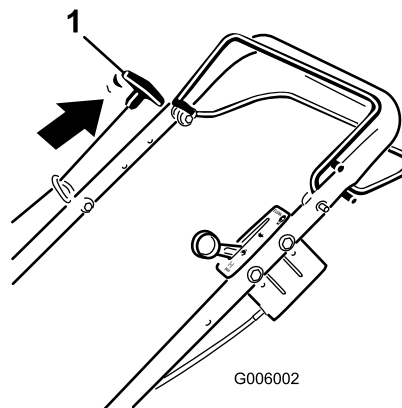

Figura 24
4. Tenete la barra di comando della lama premuta contro la stegola e tirate l'avviatore autoavvolgente una o due volte (Figura 24).
6. Tenete la barra di comando della lama premuta contro la stegola e tirate l'avviatore autoavvolgente (Figura 24).